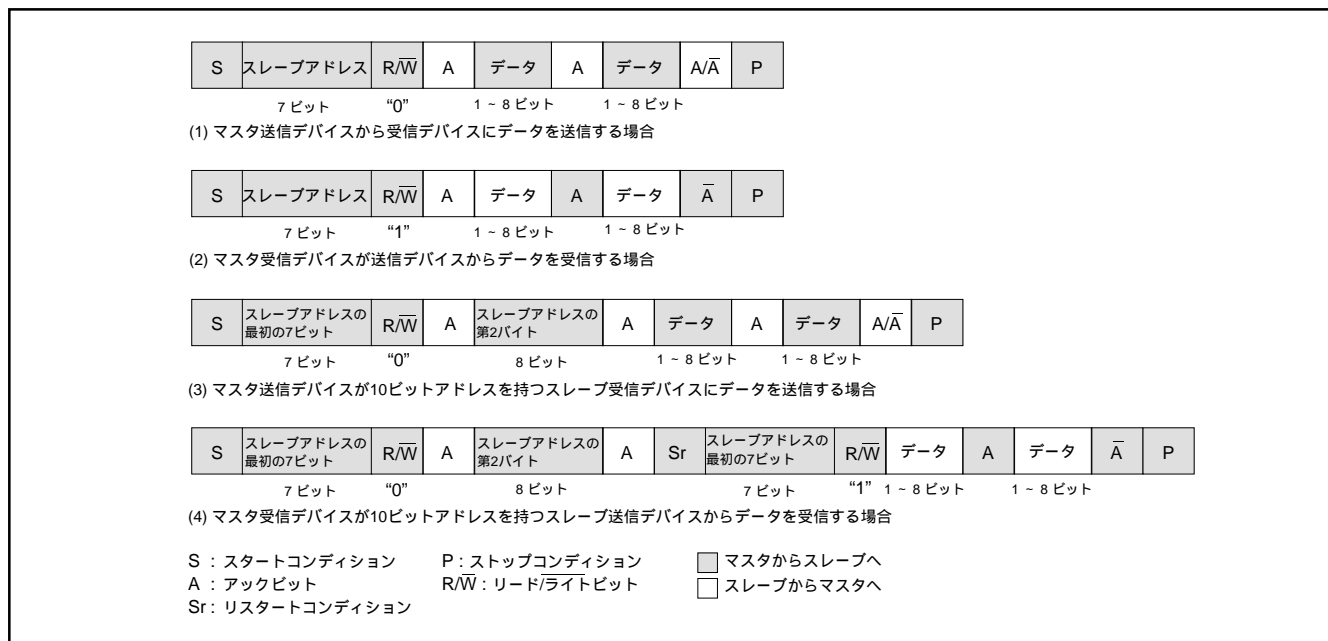

図 8.6.12 アドレスデータ通信フォーマット
(1) 7 ビットアドレスフォーマット
7 ビットアドレスフォーマットに対応するために、I²C コントロールレジスタ (00DA₁₆ 番地) の 10BIT SAD ビットを “0” にしてください。マスタから送信された最初の 7 ビットのアドレスデータと、I²C アドレスレジスタ (00D8₁₆ 番地) に格納された上位 7 ビットのスレーブアドレスを比較します。この比較時には、I²C アドレスレジスタ (00D8₁₆ 番地) の RBW ビットのアドレス比較は行われません。7 ビットアドレスフォーマット時のデータ伝送フォーマットは図 8.6.12 の (1), (2) を参照してください。
(2) 10 ビットアドレスフォーマット
1 バイト目のアドレスデータとスレーブアドレスが一致した場合には、I²C ステータスレジスタ (00D9₁₆ 番地) の AAS ビットが “1” にセットされます。2 バイト目のアドレスデータは、I²C データシフトレジスタ (00D7₁₆ 番地) に格納した後、ソフトウェアで 2 バイト目のアドレスデータとスレーブアドレスのアドレス比較を行ってください。2 バイトのアドレスデータとスレーブアドレスが一致した場合には、I²C アドレスレジスタ (00D8₁₆ 番地) の RBW ビットをソフトウェアで “1” にしてください。この処理により、リスタートコンディション検出後に受信する 7 ビットのスレーブアドレス及び R/W のデータと I²C アドレスレジスタ (00D8₁₆ 番地) の値を一致させることができます。10 ビットアドレスフォーマット時のデータ伝送フォーマットは図 8.6.12 の (3), (4) を参照してください。